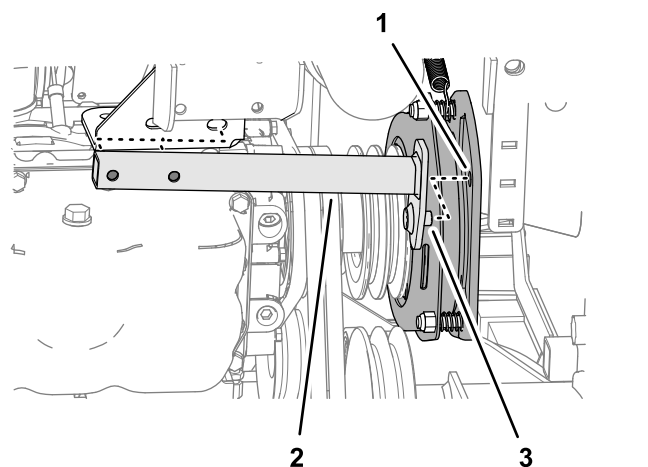

図 92
7. 回転防止チューブを後方に移動させて機体から外す 図 92。
の穴に合わせる 図 92 PTO ベルトの取り外し